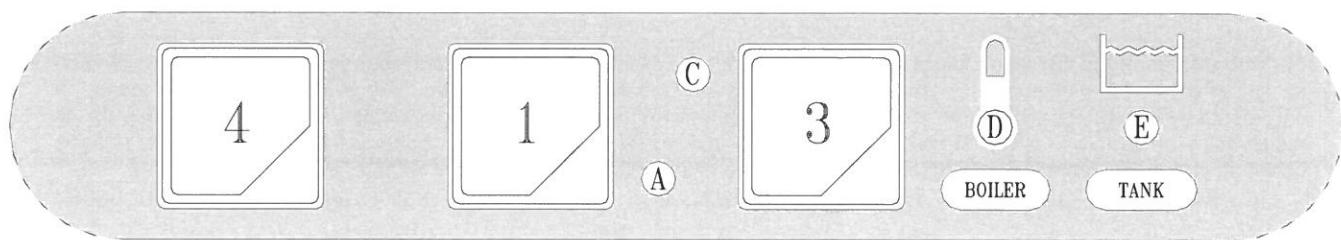

Рис. 3-2
- После завершения впуска воды откройте дверцу (I) и добавьте моющее средство (около 2 г на литр объема бака). Выставьте положение полной корзины (L) и закройте дверцу (I). Выберите с помощью кнопки (4) необходимый цикл мытья: короткий цикл (кнопку нажать) – длинный цикл (кнопку не нажимать). Далее нажмите кнопку ПУСК (3) (держать нажатой по меньшей мере 2 секунды), чтобы запустить цикл мытья, — загорится индикатор (C). После завершения цикла индикатор погаснет. Чтобы выключить машину, поверните выключатель (1) в положение 0. Индикатор (A) покажет, что машина выключена (Рис. 3-2+3-3).
- When the water intake cycle is complete, open the door (I) and add detergent (about 2 g. per litre of tank capacity). Position the full basket (L) and close the door (I). Select the appropriate washing cycle by pressing button (4) short cycle (button pressed) + long cycle (button not pressed). Now press the START button (3) (at least for 2 seconds) and the wash cycle displayed by light (C) will start. When the cycle is over, this light goes out. To turn off the appliance, turn the switch (1) to (0). Light (A) indicates the appliance is off (Fig.3-2+3-3).
- Nach erfolgter Füllung die Tür (I) öffnen und das Spülmittel einfüllen (ca. 2g/l Fassungsvermögen des Spülbehälters). Den gefüllten Geschirrkorb (L) einsetzen und die Tür (I) schließen. Das Programm durch Drücken des Druckknopfes (4) wählen kurzer Spülgang ( Taste gedrückt ) + langer Spülgang ( Taste losgelassen ). Nun die START-Taste (3) mindestens 2 Sekunden lang drücken, und das Spülprogramm beginnt, die Kontrolllampe (C) leuchtet auf und am Programmende erlischt die Kontrolllampe. Um das Gerät auszuschalten, muß der Schalter (1) auf die Position (0) gestellt werden, die Kontrolllampe (A) erlischt. (Bild.3-2+3-4).